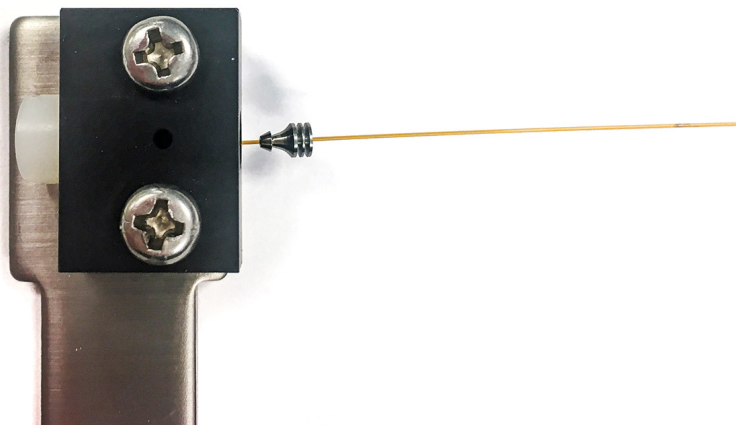

Figura 8. Passe a porca interna pela ferramenta de estampagem
- 5 Passe a porca interna na ferramenta de estampagem até ficar firme apertando com os dedos. Consulte **Figura 8**.